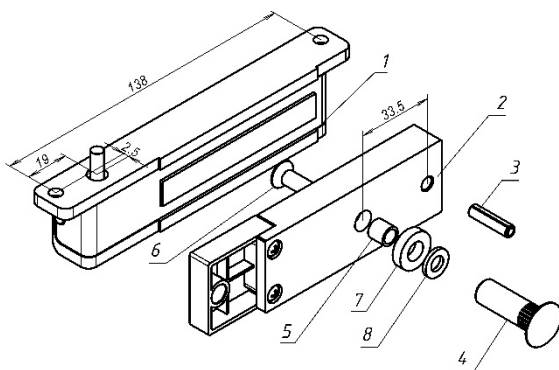

Рисунок 1
3.1 Комплект поставки (рисунок 1):
- корпус (1) - 1 шт.
- якорь (2) - 1 шт.
- комплект крепления якоря: штифт (3), втулка (4), втулка проходная (5), винт М6х35 (6), кольцо уплотнительное (7), шайба (8).
4.5 Винт крепления якоря (поз.6 рис.1) необходимо затянуть с усилием, достаточным для исключения его отворачивания в процессе эксплуатации. Рекомендуется ставить винт на стопорящий герметик типа «Анатерм» или на нитрокраску НЦ.